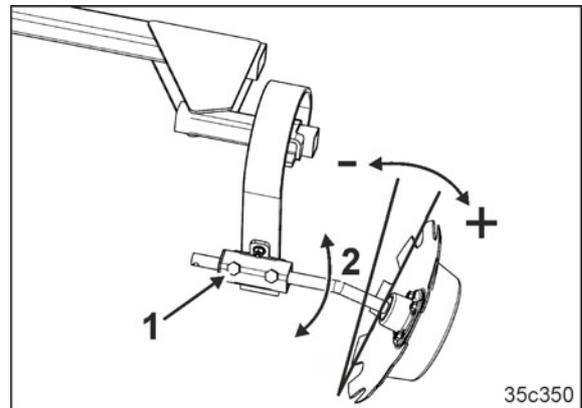

Fig. 205
5. Desserrer les vis (Fig. 205/1).
6. Régler l'intensité de travail du traceur en tournant (Fig. 205/2) le disque du traceur de sorte à ce qu'il soit à peu près parallèle au sens d'avancement sur une terre légère, et davantage orienté vers l'avant sur une terre lourde.
7. Resserrez à fond les vis (Fig. 205/1).